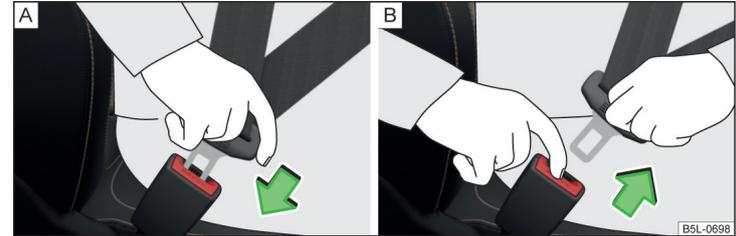

Abb. 5 Sicherheitsgurt anlegen / ablegen
- Die Schlosszunge in das zum Sitz gehörende Gurtschloss » Abb. 5 - [A] stecken, bis diese hörbar einrastet.
- Die Schlosszunge fassen und die rote Taste im Gurtschloss drücken » Abb. 5 - [B], die Schlosszunge springt heraus.